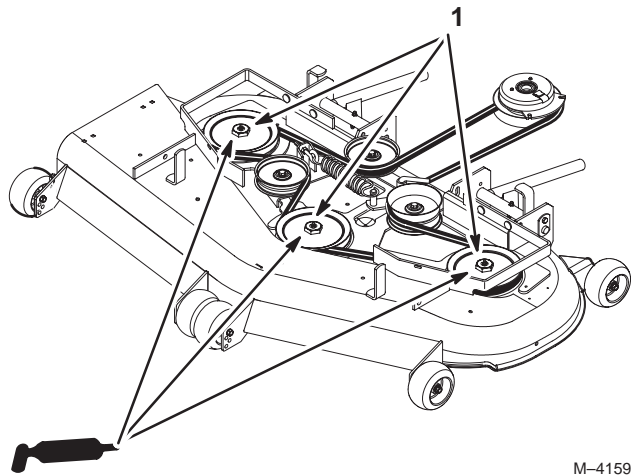

Figure 44
2. Lubrifiez les graisseurs des roulements des trois axes (Fig. 44).
3. Graissez le pivot de la poulie de tension (Fig. 44).
4. Lubrifiez les graisseurs des bras de poussée (Fig. 44).